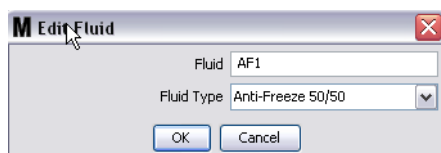

FIG. 70
7. Haga clic en el botón Modificar para mostrar la pantalla Editar fluido que se representa en la FIG. 70. Cuando haya terminado de hacer los cambios, haga clic en Aceptar para cerrar la pantalla y guardar los cambios.